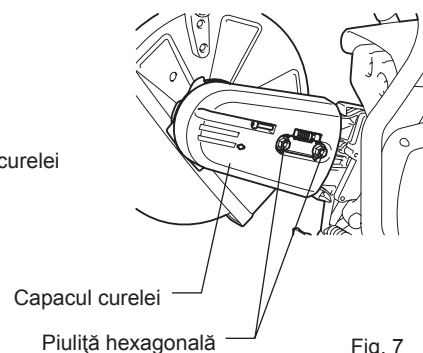

Fig. 7
- (7) Montați capacul curelei. (Fig. 7)